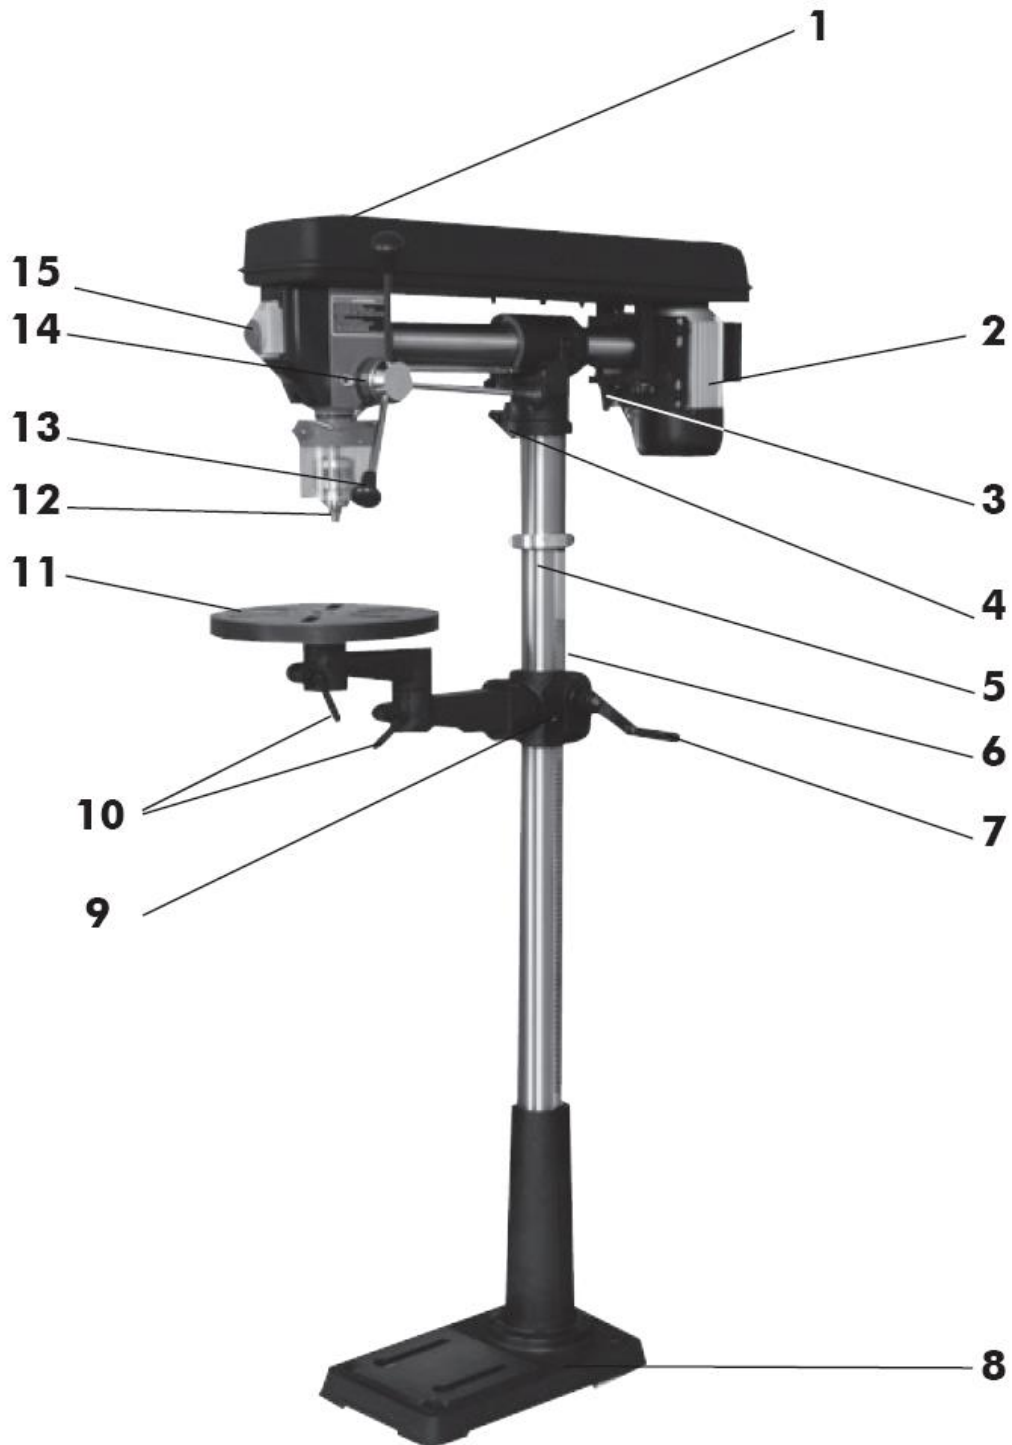

Abb. 1.1/ Fig. 1.1
17.1 Descripción de SB 3116RHN Fig. 1.1